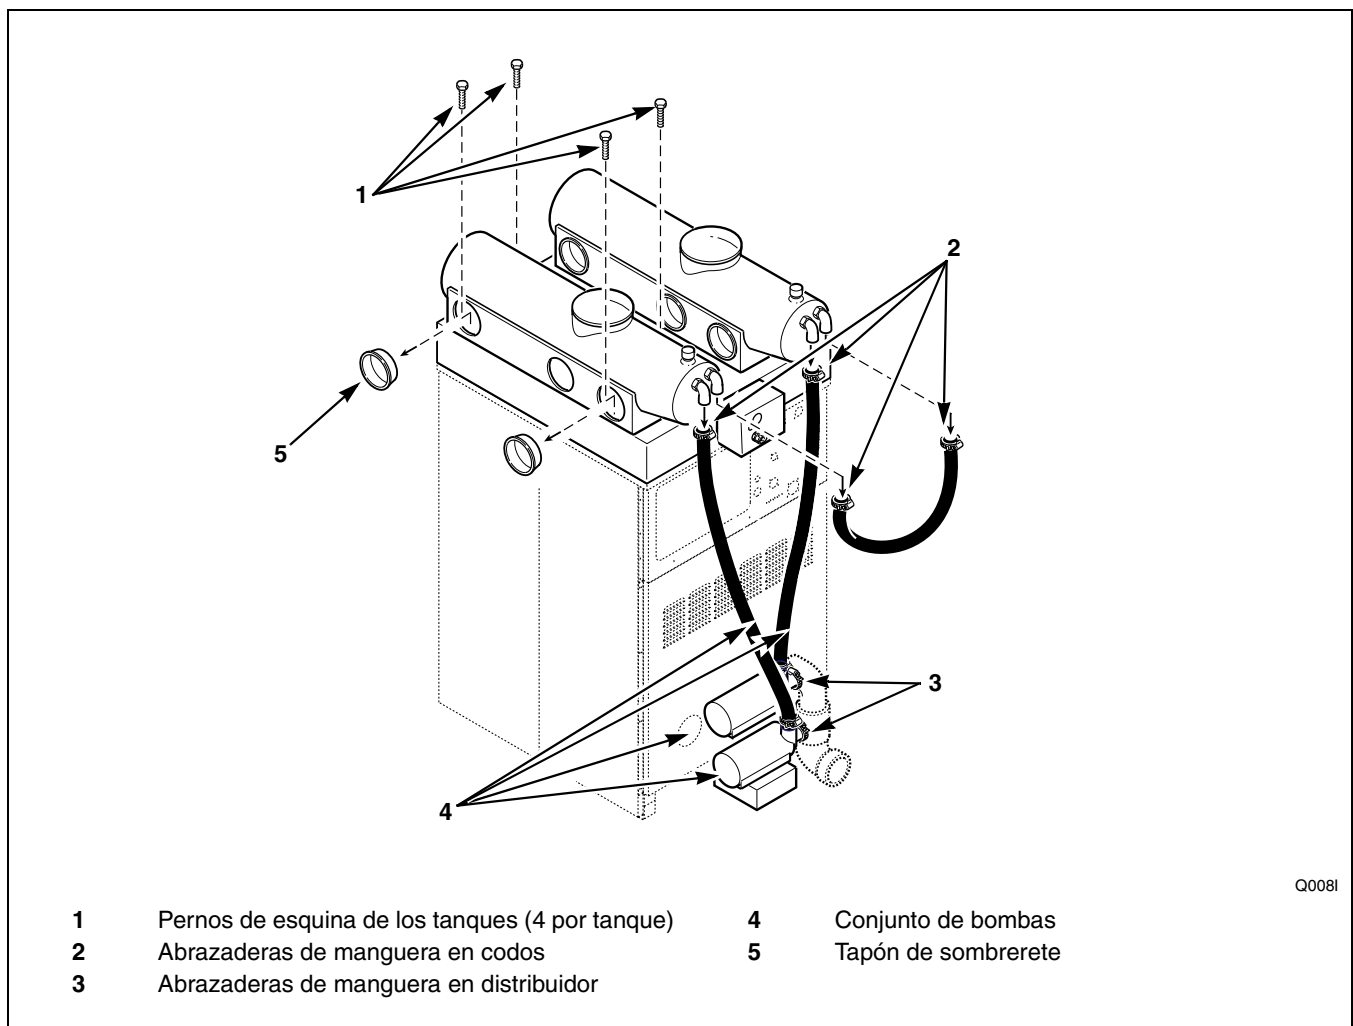

Figura 9
- c. Afloje las dos abrazaderas de manguera acopladas al codo que está ubicado en la parte posterior de cada tanque, y saque las mangueras negras largas conectadas a los tanques. Consulte la *Figura 9*.
- e. Saque los cuatro pernos de cada tanque, localizados detrás del tapón de sombrerete en cada esquina. Consulte la *Figura 9*.
- a. Saque las abrazaderas de la manguera del distribuidor que conecta el distribuidor de bomba con la válvula de desagüe localizada en la parte posterior de la lavadora extractora, a la derecha del conjunto de bombas. Consulte la *Figura 9*.
- c. Saque las dos mangueras negras largas conectadas a los tanques de agua. Consulte la *Figura 9*.
- c. Coloque la manguera negra corta en el codo ubicado por la parte trasera del tanque grande. Consulte la Figura 9. Apriete la abrazadera de la manguera.